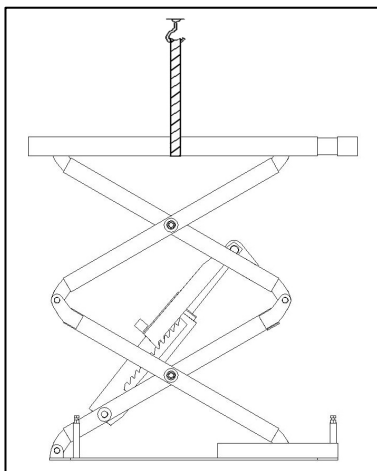

Рис. 17
- При помощи вилочного погрузчика, либо иного ГПМ, поднять платформы (**рис.17**), установить их на станины, закрепить болтами.